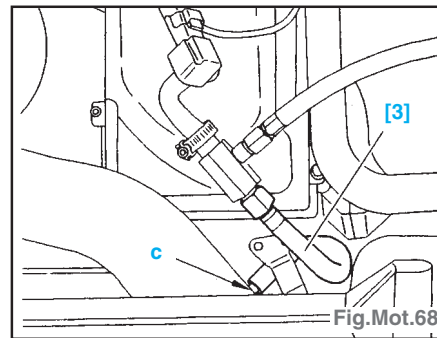

Fig.Mot.68
- brancher le tube (2) du capteur (3), sur l'outil [4],
- serrer le tube (2) avec un collier (type Serflex).
- Visser l'outil [3] sur le piquage du radiateur d'air en «c» (Fig.Mot.68).